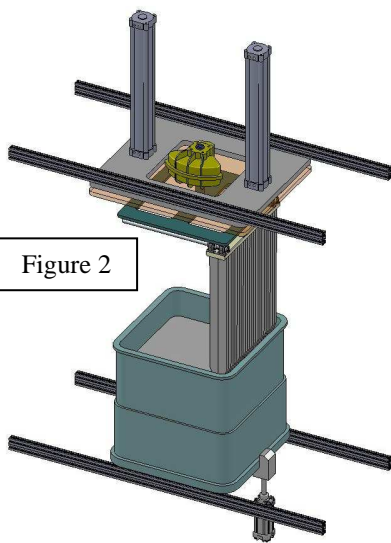

Figure 2
- 3- Remontée des lames (figure 2),